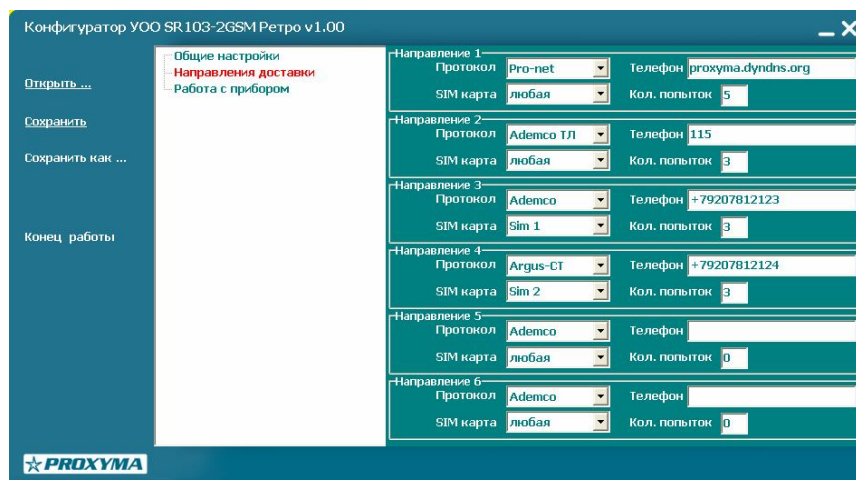

Рис. 5. Экран настроек направлений доставки.
3.3.1 УОО может использовать до 6 направлений доставки извещений с номерами 1-6, резервирующих друг друга. Самый высокий приоритет имеет НД1, приоритет убывает с ростом номера НД. На рис. 5 показан экран конфигурирования направлений доставки.